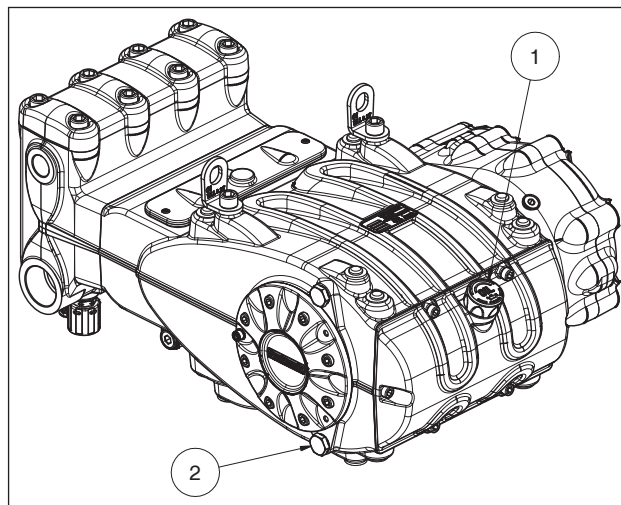

Fig. 3
Controllare il livello dell'olio tramite l'apposito tappo con asta livello olio dotata di tacche di minimo e massimo ①, Fig. 3. Se necessario rabboccare fino a ripristinare il livello.
Il cambio dell'olio va eseguito con pompa a temperatura di lavoro rimuovendo il tappo pos. ②, Fig. 3.
Predisporre l'impianto in modo tale da non superare in nessun caso i **115°C (239°F)** di temperatura dell'olio durante il funzionamento della pompa. Utilizzare una sonda di temperatura da infilare all'interno del tappo scarico olio pos. ② Fig. 3. Vedere manuale "PROTEZIONE ANTIDEFLAGRANTE ATEX".